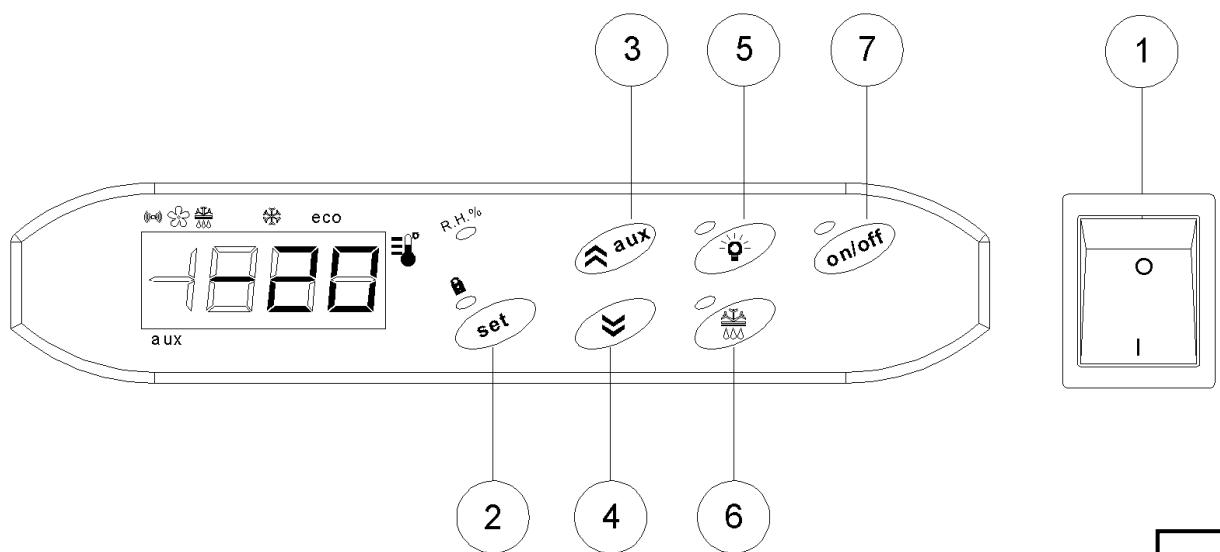

Abb. 4
Mit dem Kompressorschalter ① von Abb. 4 Spannung geben.
Der Benutzer muss bei der Überwachung und der Veränderung der Funktionsparameter ausschließlich auf die äußere Geräteausstattung des in ABB. 4 dargestellten Schaltpults einwirken.